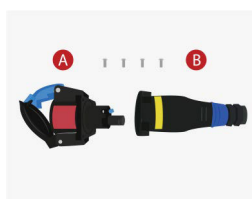

Figura 2
2. Desconecte a parte dianteira do receptáculo (A) antifaísca da parte traseira (*figura 2*).